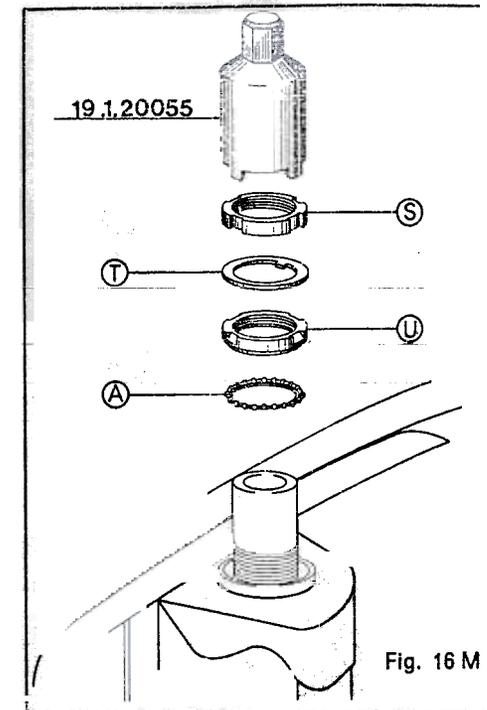

Fig. 16 M
Fig. 16 M. Tuerca cojinete superior dirección: Sosteniendo el grupo dirección para evitar el giro, introducir la jaula de bolas y enroscar a mano la tuerca «U», llevándola en contacto con la jaula, con la llave dentada **0014566** ó (**19.1.20055**), continuar atornillando hasta que la dirección misma gire libremente, es decir, hasta conseguir un apriete de $5 \div 6$ Kgm.; girar ahora en sentido inverso la tuerca «U», aproximadamente $1/4$ de vuelta, que serán $80^\circ - 90^\circ$. Seguir montando la arandela de tope «T» y el casquillo «S», bloquear este último con la llave **0014566** (**19.1.20055**) con un par de $3 \div 4$ Kgm.
- Pueden utilizarse los útiles indicados en la fig. 16 o figura 17 M, indistintamente.